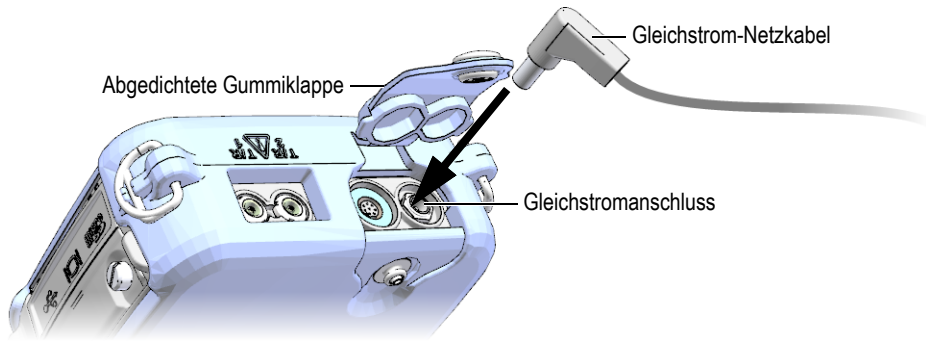

Abbildung 2-3 Anschließen des Gleichstromsteckers
2. Am 39DL PLUS die dichte Gummiklappe über der Gleichstrombuchse oben am Gerät öffnen (siehe Abbildung 2-3 auf Seite 51).
3. Stecken Sie den Stecker des Universalnetzteils in die dafür vorgesehene Buchse des 39DL PLUS ein (siehe Abbildung 2-3 auf Seite 51).